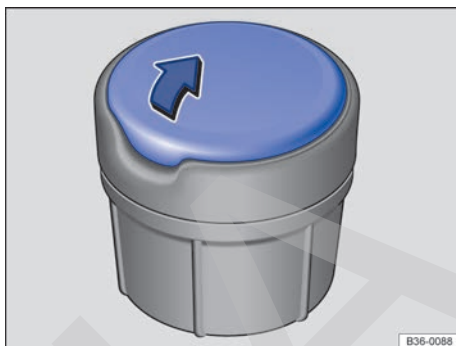

Fig. 95 Cenicero portátil.
- Para *abrir* el cenicero, levante la tapa del cenicero en el sentido de la flecha → fig. 95.